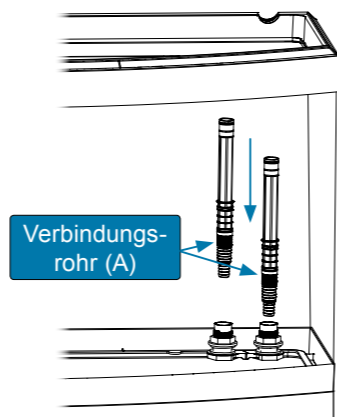

Abb. 2
2. Stecken Sie das Verbindungsrohr (A) ganz durch die Öffnung (O), bis es nicht mehr geht. (Abb. 2)
- Stecken Sie das zweite Verbindungsrohr (A) ganz durch die Öffnung (I), bis es nicht mehr geht. (Abb. 2)